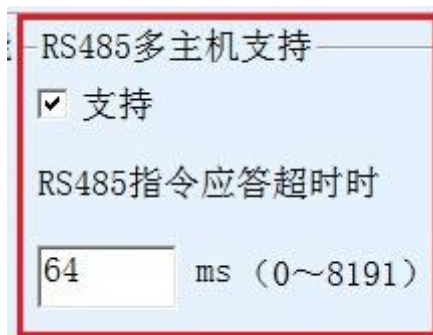
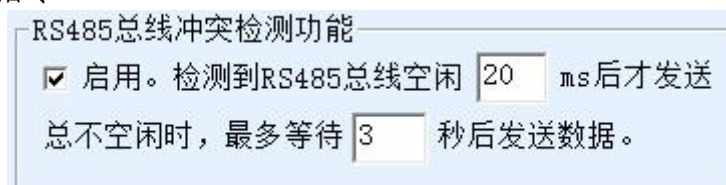

图 43 RS485 多主机支持
图 44 RS485 防冲突空闲时间
1. 图 44 所示为“RS485 总线防冲突时间”，一般可以设置为参数配置界面右下角的“数据包间隔”的两倍，但是最小不能小于 20。
2. 图 43 所示为“RS485 指令应答超时时间”，一般根据来回应答的指令长度决定，如果发送指令为 N 字节，应答为 M 字节，那么建议设置的值为：“数据包间隔” × (N+M+5) +100。
此时需要注意的是需要将图 44 所示为“RS485 总线防冲突时间”和图 43 所示为“RS485 指令应答超时时间”的两个勾去掉。否则无法实现上述转发功能。